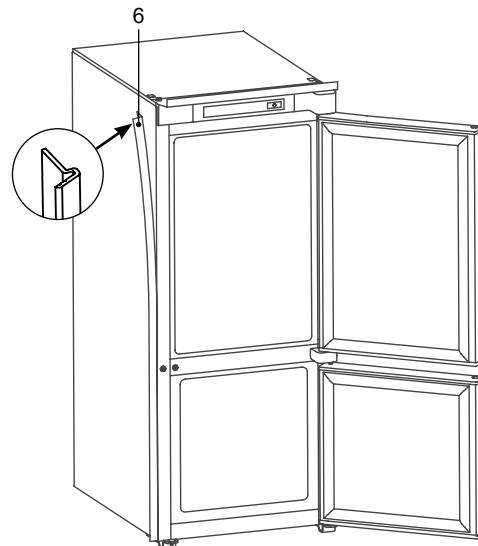

Figura 5 – Instalarea profilului decorativ
**3.1.5** Lipiți profilul decorativ 6 în conformitate cu figura 5, îndepărând garnitura de protecție a stratului adeziv, pe suprafața laterală a frigiderului din partea de deschidere a ușii. Dacă este necesar, profilul trebuie scurtat la înălțimea mobilierului.